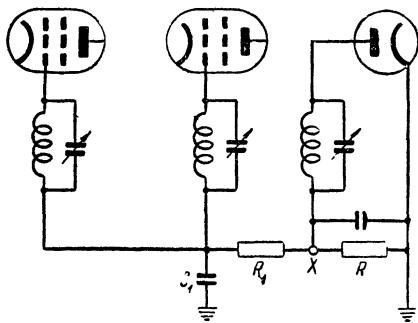

Рис. 107. Схема управления двумя лампами напряжением автоматической регулировки усиления, поданным из точки X через сопротивление  $R_1$ .
**Л.** — Твое возражение, Незнайкин, веское. Чтобы система АРУ действовала не от м г н о в е н н ы х изменений протектированного диодом напряжения и чтобы на лампы каскадов высокой и промежуточной частоты действовала только с р е д н я я величина модулированного сигнала, между точкой  $X$  и сетками ламп включают цепь задержки — сглаживающее устройство, пропускающее только постоянную составляющую. Это устройство (рис. 107) состоит из сопротивления  $R_1$  большой величины и конденсатора  $C_1$ . Сопротивление препятствует мгновенному прохождению напряжения, а конденсатор сглаживает мгновенные изменения напряжения. Совместное действие системы  $R_1C_1$  представляет собой некоторую аналогию с действием дросселя и конденсатора в фильтре питания.